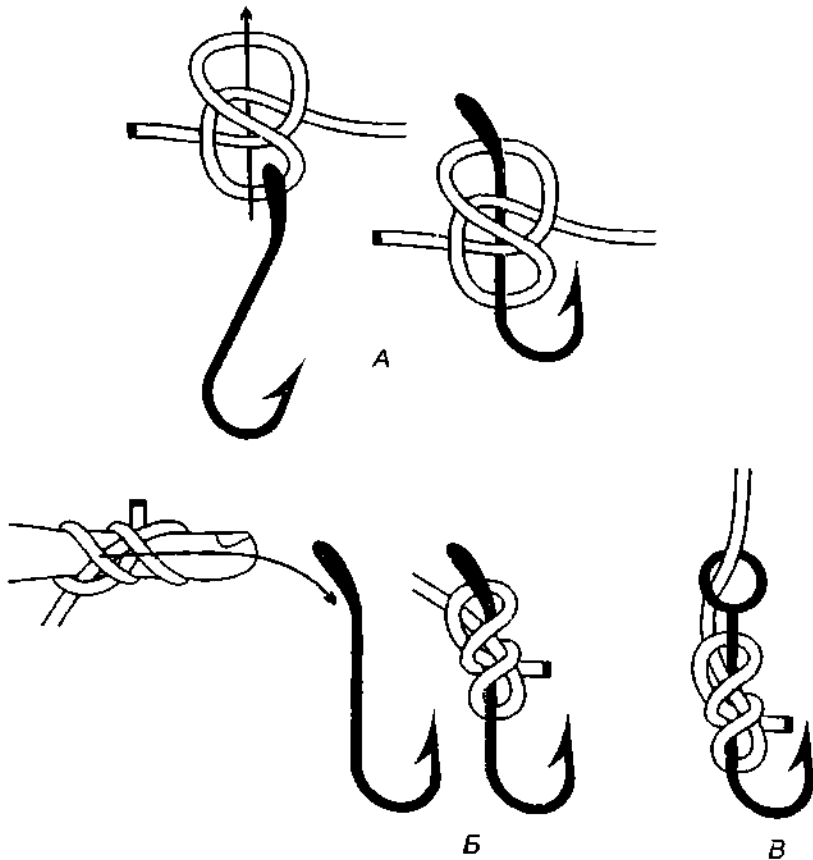

Рис. 739. А – констриктор; Б – констриктор со шлагом; В – констриктор со шлагом, завязанный на крючке с ушком.
*Констриктор* – очень прочный узел, не смотря на скудное количество витков и петель (рис. 739). В узле нет ничего лишнего. Завязанный правильно, узел никогда не развязывается. *Констриктор* обычно вяжется на крючках с лопаткой, но им также можно завязывать и крючки с ушком (рис. 739 В), при этом леску в ушко пропускать совсем не обязательно. Для удобства завязывания, *констриктор* вяжется на пальце или палочке, одевается на крючок и затягивается.